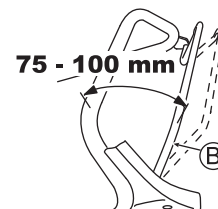

Fig. 32
Régalez de telle façon que la machine fonctionne (l'embrayage s'engage) lorsque la distance entre le levier d'embrayage de traction (B) et le guidon est de 75 - 100 mm ainsi qu'illustré dans la Fig. 32.